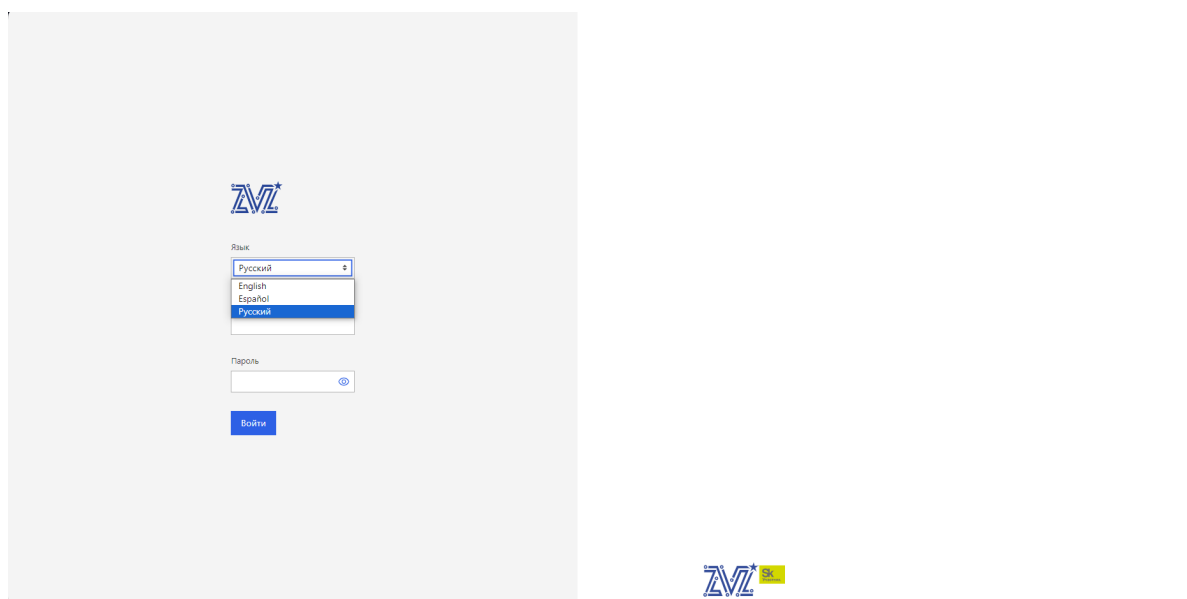

Рис. 86. Окно «Журнал событий»
- 1) Подключитесь в BMC-консоль оборудования (Журнал событий Altair Z). Во вкладке «Язык» выберите «Русский». Окно показано на рис. 86 Окно «Журнал событий»